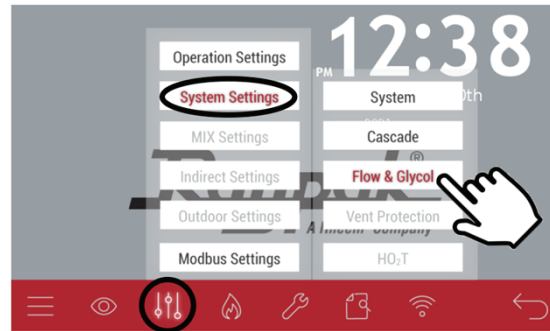

Figure 63. Paramètres du système du capteur de débit
3. Dans le menu principal, allez dans Ajuster les paramètres du système Flow and Glycol. Voir la **Figure 63**.
2. Dans le menu principal, allez dans Ajuster les paramètres du système Flow and Glycol. Voir la **Figure 63**.